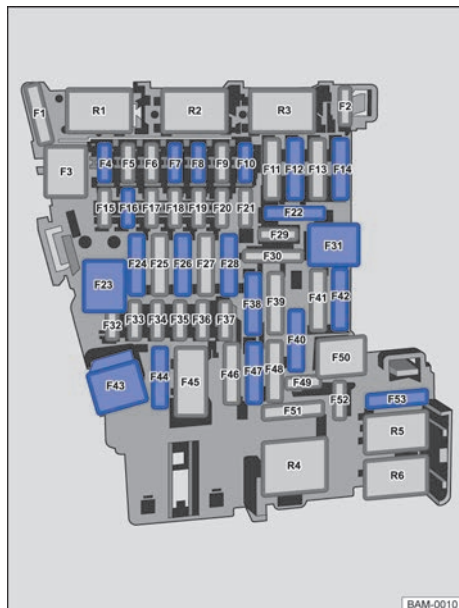

Fig. 283 En el tablero de instrumentos: asignación de fusibles.
a) Tenga en cuenta la posición de montaje. Posición de fábrica del fusible tal y como se muestra en la figura → fig. 283.